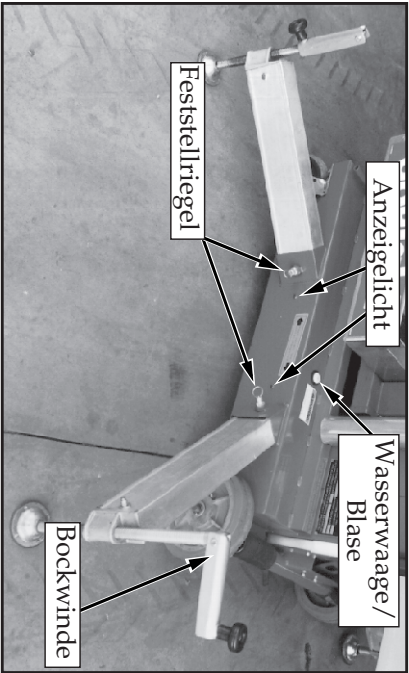

Abbildung 1: Installierung der Stützgestänge
2. Setzen Sie sie in die Stützhülsen in der Grundplatte (Abb. 1).
4. Wiederholen Sie die oben genannten Schritte für alle Stützgestänge. Versichern Sie sich, daß alle vier (4) Feststellriegel greifen.
5. Richten Sie die Grundplatte so aus, daß die Blase in der Mitte der Wasserwaage, die sich auf der Grundplatte befindet, liegt, indem Sie die Bockwinden am Ende jedes Stützgestänges einstellen (Abb. 1). **VERSUCHEN** Sie **NICHT** die Spannung auf den Stützgestängen zu lockern, indem Sie entgegen den Uhrzeigersinn drehen, um die Grundplatte auszurichten.
6. **Alle vier (4) Bockwindenunterlagsblöcke müssen in gutem Kontakt mit einem soliden Untergrund stehen und jedes Anzeigelicht der Stützgestänge muß eingeschaltet sein, bevor die Wagenbühne angehoben werden kann.**